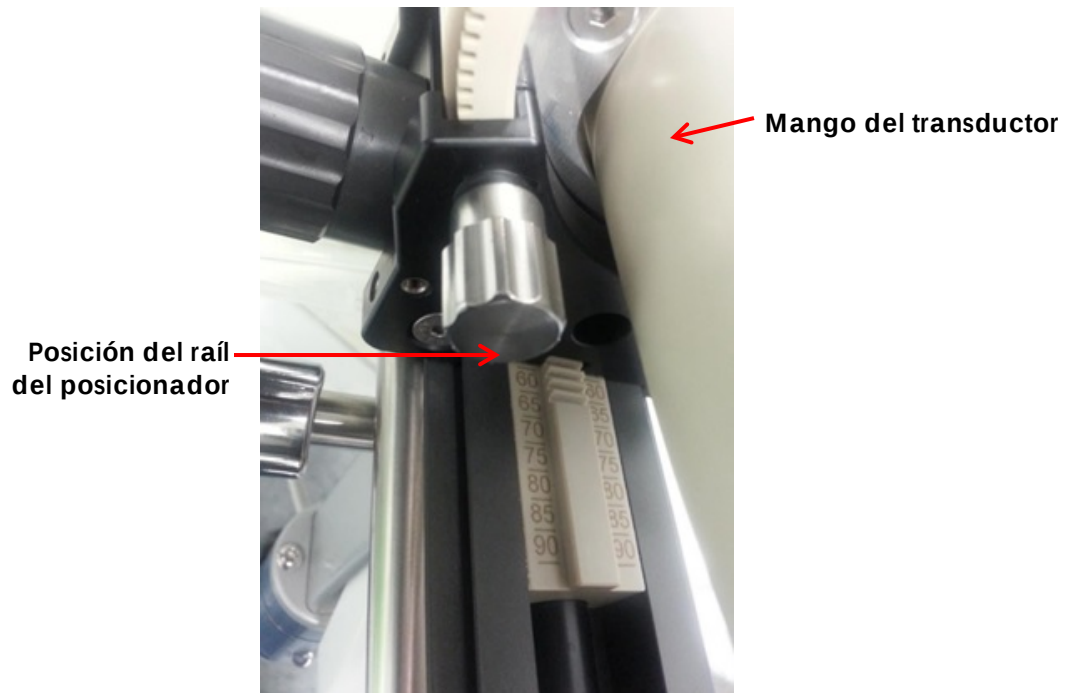

Figura 40. Posición del raíl del posicionador
3. Avance el transductor a lo largo del *rail del posicionador* hasta el punto que se indica en la Figura 40.